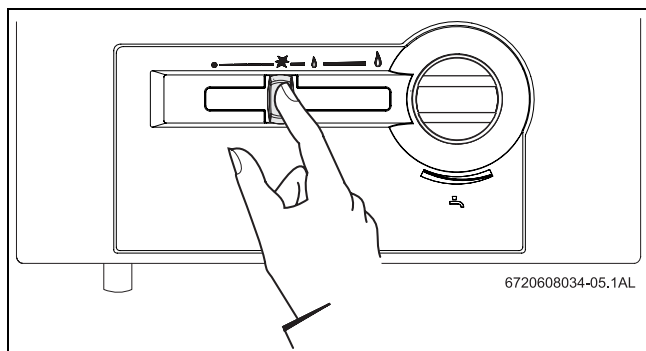

Fig. 3
- ▶ În primul rând se va deplasa controlul evacuării din poziția oprit în poziția de aprindere (fig. 3).